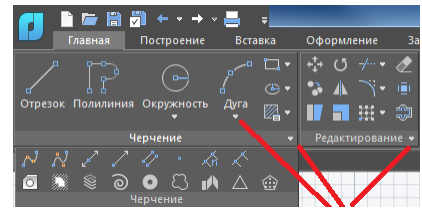

Рис. 3.
3) некоторые команды можно выбрать из ниспадающего меню. Оно появляется, если в строке показан маленький треугольник (рис. 3), следует щелкнуть на него ЛК.